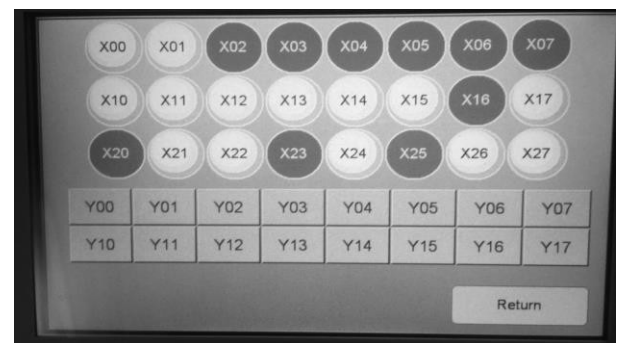

Abb. B9
8. Jetzt können Sie die Ein- und Ausgänge überprüfen (Abb. B9)